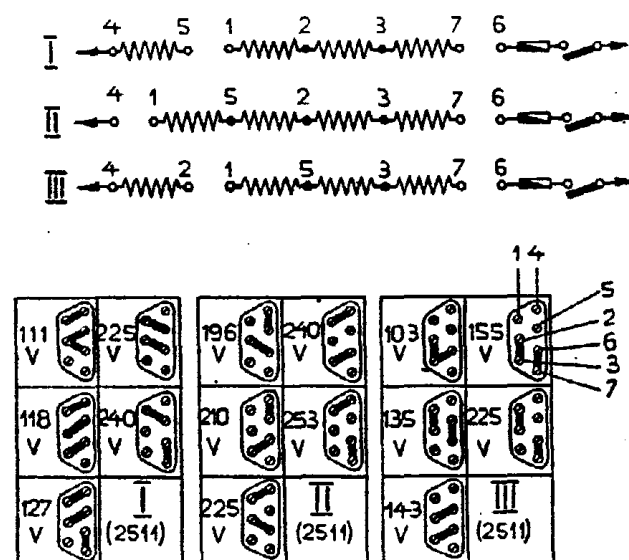

Fig. 3
Les appareils, qui peuvent être employés pour différentes tensions, ont une ouverture située sous l'appareil et recouverte par une petite plaque. Après avoir dévissé celle-ci, on verra la plaque pour l'ajustage de la tension. La commutation sur une autre tension de réseau est effectuée en connectant les barrettes selon le schéma de montage, indiqué au verso de la plaque de couverture. Les différents montages sont aussi indiqués dans la figure 3.
- C. Transformateurs avec bobines I, II et III pour les tensions indiquées dans la figure 3; ils sont tous destinés à des réseaux de 40-100 périodes.